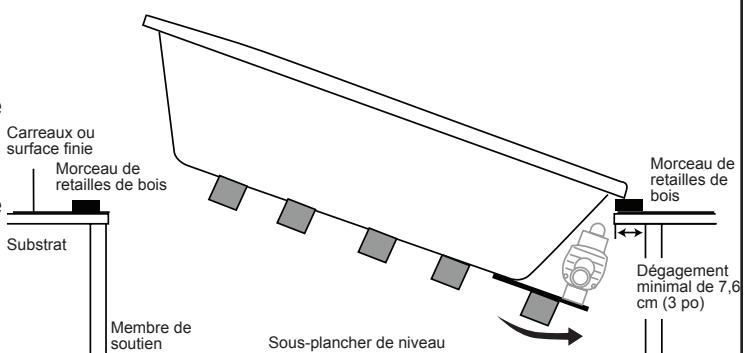

Figure 9
- 7** Placez un morceau de retailles de bois sur chaque extrémité de la forme découpée – ils serviront de support temporaire avant d'abaisser la baignoire complètement dans l'ouverture (figure 9).